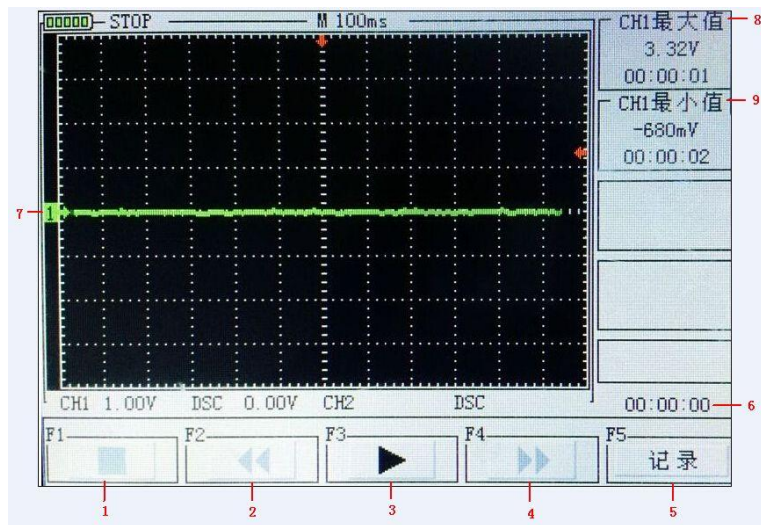

图 3-1 记录仪界面
- 首先进入记录仪操作界面：按住“PRW”键，进入开机界面后按“F4”键即可进入记录仪界面（或如示波器在其他界面可长按“MENU”键→“F4”）。图 3-1